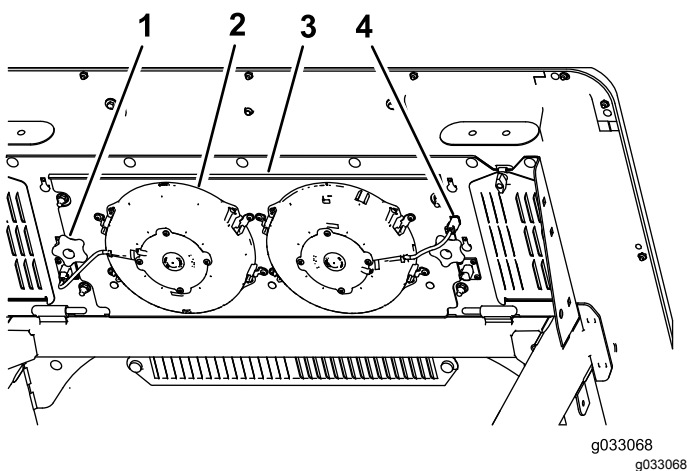

Figure 54
2. Languette (4)
3. Débranchez le connecteur et le câble d'alimentation des ventilateurs de la prise (Figure 54).
4. Retirez les 2 boutons qui fixent le panneau de ventilateurs et les ventilateurs sous le haut de la cabine (Figure 54) et déposez l'ensemble.